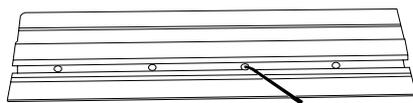

Fig. 9
2. À l'aide de la clé hexagonale fournie pour desserrer les 4 vis de la barre d'assemblage, faites glisser les cavités sur la barre d'assemblage qui dépasse de la section du rail (Fig. 9, Fig. 10).